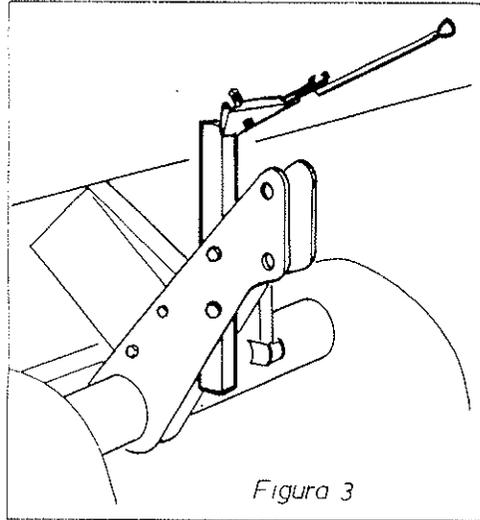

Figura 3
Con la propia boquilla se empuja la palanca A en el sentido de la flecha encajándola a tope en la muesca C. Al soltarla la boquilla quedará prisionera entre A, B y C (Figura 3)
Se coloca como indica la figura 3. El accionamiento de los brazos es muy suave si están bien equilibrados. En la ejecución mecánica **no se montan los muelles de presión** de cada brazo (B) que aparecen en el grabado, ya que dificultarían la suavidad mencionada.